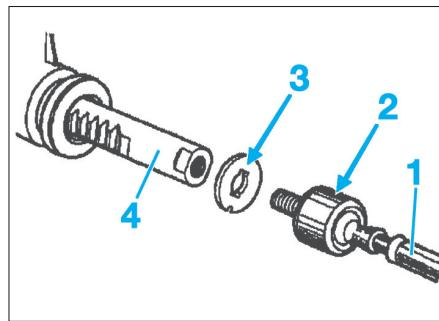

FIG. 15
- Débloquer la biellette de direction à l'aide d'un outil de maintien approprié (2) (exemple outil Renault 1305-01).
- Déposer le manchon (1) avec la rotule (2) et la rondelle (3) de la crémaillère (4) (Fig.15).